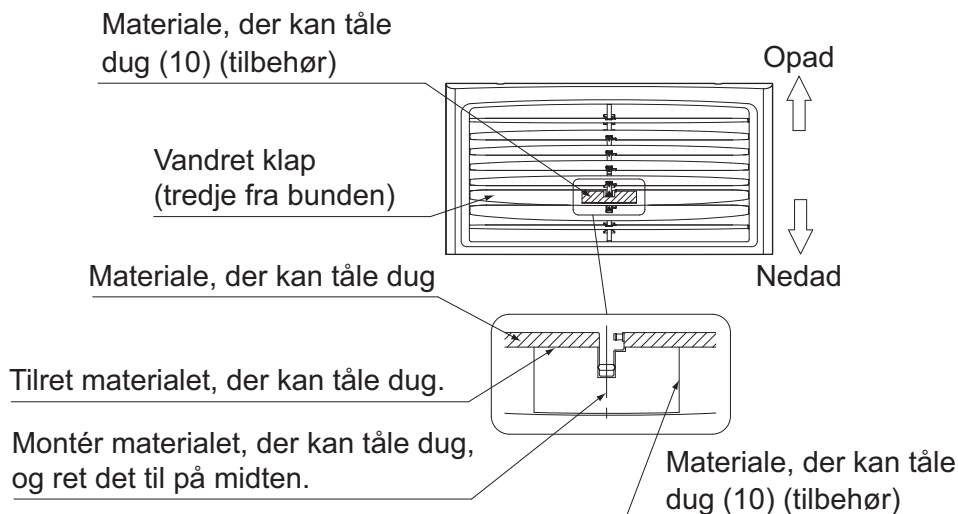

Fig. 8
- For at gøre arbejdet lettere skal man stille de øverste 5 vandrette klapper opad og de nederste 3 klapper nedad. Monter herefter materialet, der kan tåle dug (10) på den tredje vandrette klap fra bunden, som vist i fig. 8. Hvis ikke materialet monteres på det rigtige sted, kan kondenseret dug dryppe.